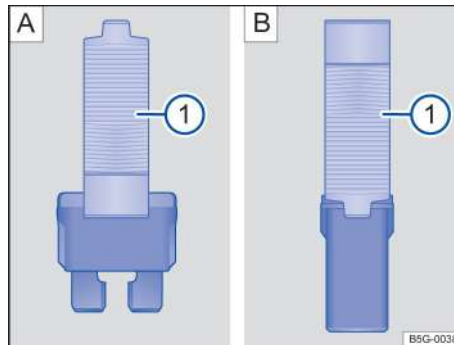

Рисунок 106. Вытащите или вставьте предохранитель с пластиковым хомутом:  Стандартный плоский плавкий предохранитель,  Малый плоский плавкий предохранитель
- Используйте зажим для плавких предохранителей или аналогичные инструменты →Рисунок 106 ①.
- Отрегулируйте пластиковые плоскогубцы в соответствии с моделью предохранителя →Рисунок 106 А ① или →Рисунок 106 Б ①, а затем зажмите предохранитель сбоку.
- Если предохранитель перегорел, замените его новым с такой же силой тока (того же цвета и маркировки) и того же размера. →①.